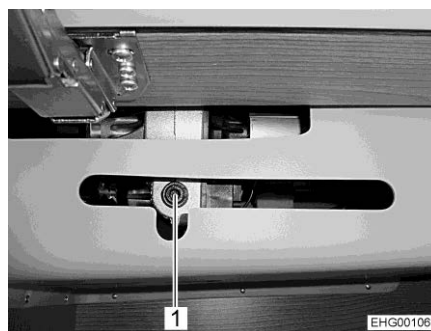
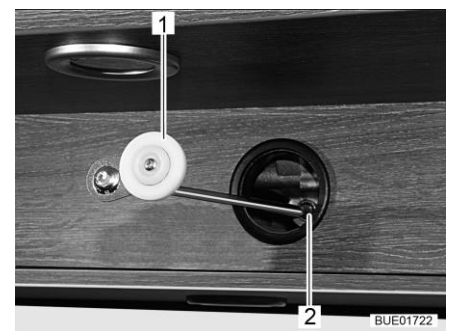

Bild 146 Åtkomst till drivenheten
Bild 147 Mekanisk betjäning, drev
- Om fästet (Bild 146,1) för drivningen finns monterat i väggskåpet: Öppna väggskåpet.
- Stick den medföljande veven (Bild 147,1) eller insexnyckeln i hållaren vid motorn (Bild 146,1 och Bild 147,2).